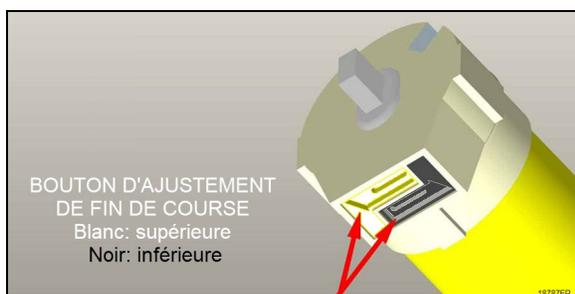

FIGURE 21: BOUTONS D'AJUSTEMENT DE FIN DE COURSE
7. Lorsque la fin de course est ajustée de manière satisfaisante, appuyer de nouveau sur le bouton correspondant avec un petit tournevis. Relâcher lors du « click » (Figure 21).